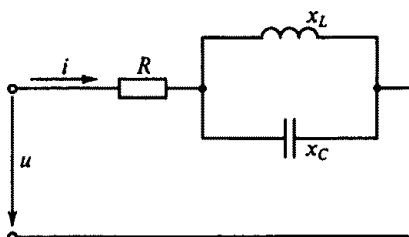

Рис. 98
3.54. Чему будет равен ток в неразветвленной части цепи на рис. 98, если напряжение $u = 100\sqrt{2} \sin \omega t$, а сопротивления $R = x_L = x_C = 10 \text{ Ом}$?